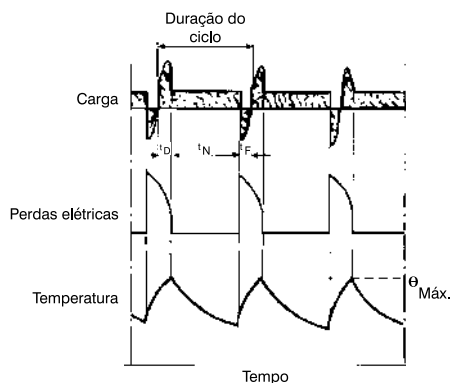

Figura 5.14
Seqüência de ciclos de regimes idênticos, cada qual consistindo de um período de partida, de um período de funcionamento a carga constante e um período de frenagem elétrica, não existindo o período de repouso (figura 5.14).
- Potência necessária para acionar a carga ou, se ela varia conforme um gráfico de potência requerida durante um ciclo (a figura 5.14 mostra um gráfico simples, onde a potência varia no período de carga).